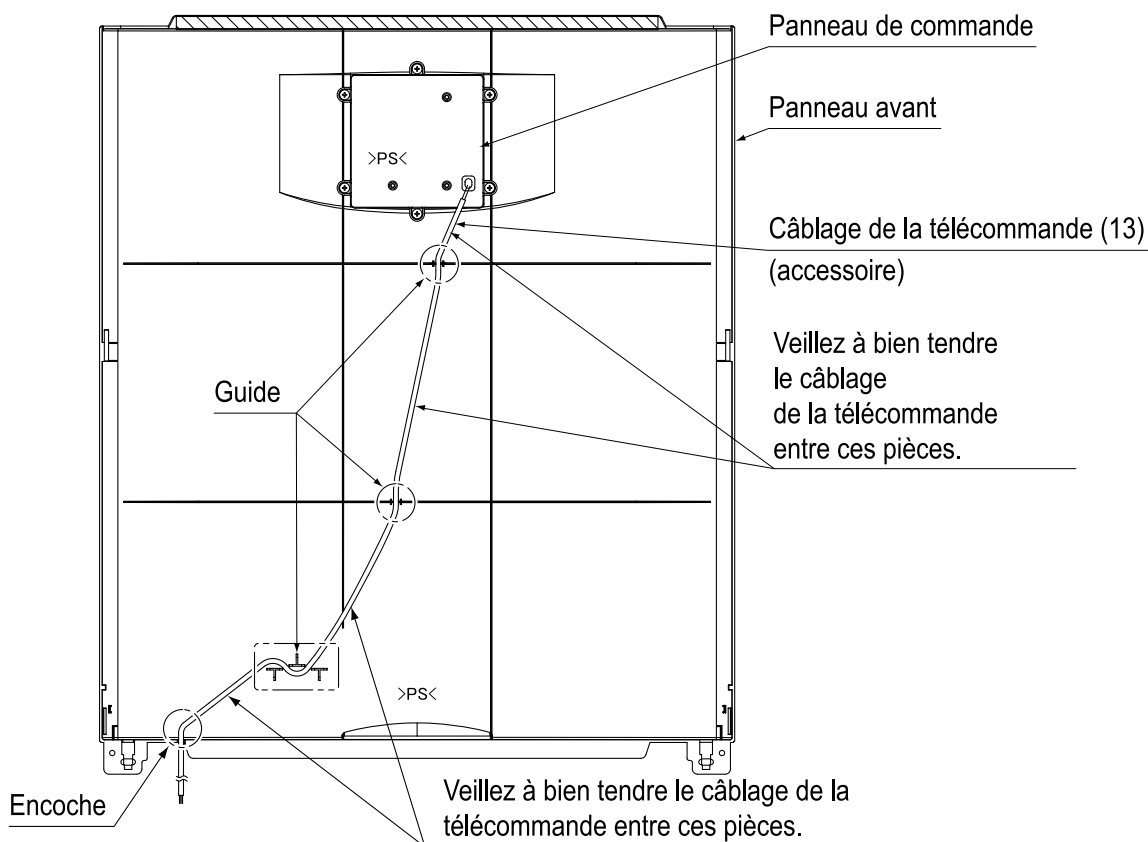

Fig. 27
4. Fixez le câblage de la télécommande dans le guide et l'encoche (reportez-vous à la fig. 27).